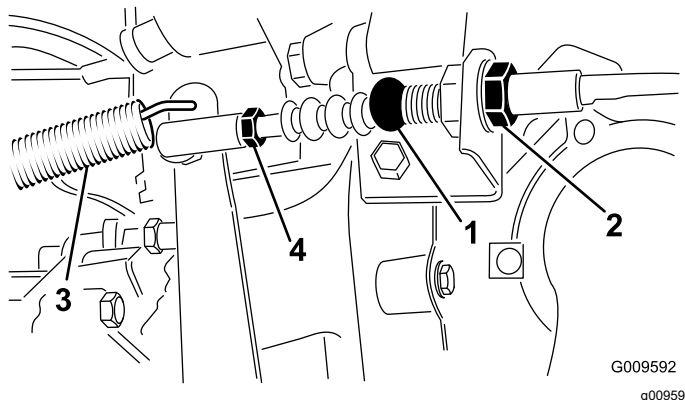

Figura 69
1. Allentate i controdadi che fissano il cavo della frizione alla staffa sul cappuccio del volante (Figura 69).